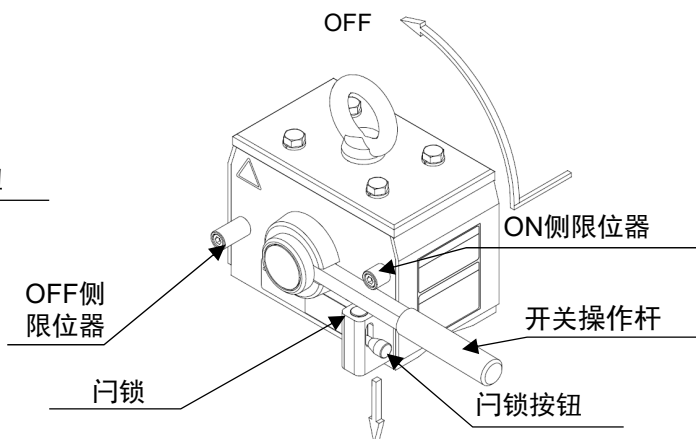

图10-4 KRD30、KRD50、KRD80、KRD100、KRD160
- KRD30、KRD50、KRD80、KRD100、KRD160 ··· 手指勾住门锁按钮，放下门锁，同时将开关操作杆拉向身边。图10-4